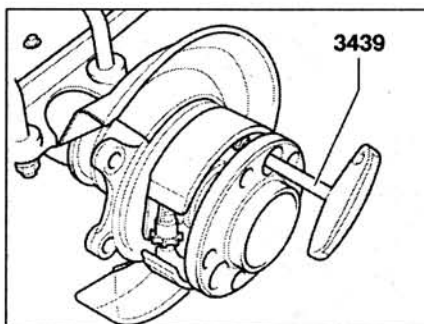

Рис. 7.46. Снимите возвратные пружины с помощью приспособления VAS 3439.
4. Снимите возвратные пружины с помощью приспособления VAS 3439 (рис. 7.46).